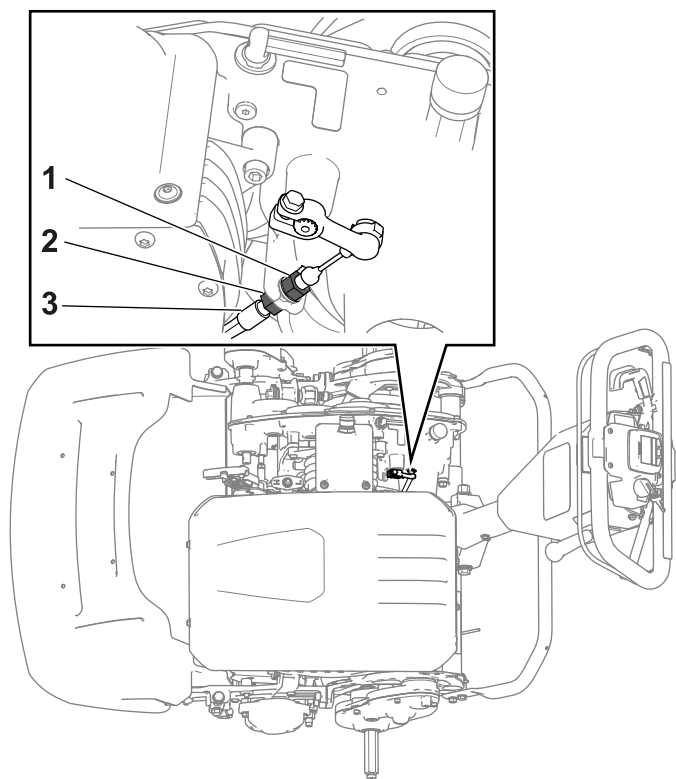

Figure 30
- Pour augmenter la tension du câble, desserrez l'écrou de blocage avant et serrez l'écrou de blocage arrière (Figure 30). Répétez l'opération 2 et ajustez la tension au besoin.
de blocage avant (Figure 30). Répétez l'opération 2 et ajustez la tension au besoin.